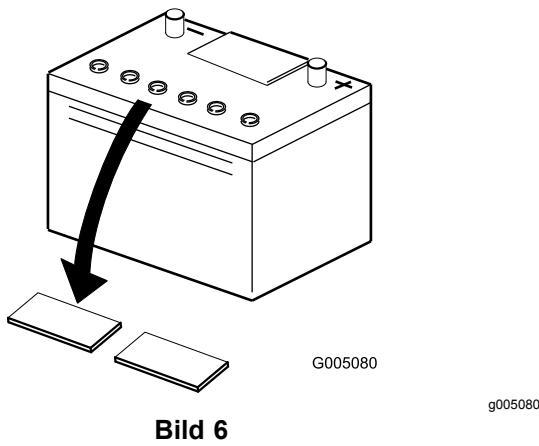

Bild 6
2. Reinigen Sie die Oberseite der Batterie und nehmen Sie die Entlüftungsdeckel ab (**Bild 6**).